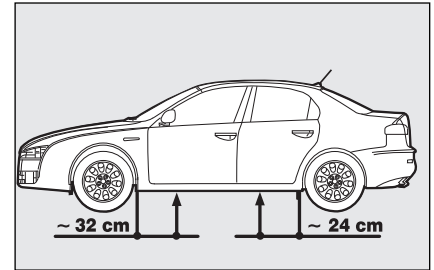
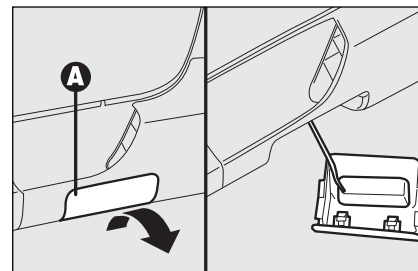

fig. 7
fig. 9
- de krik moet op de afstand aangegeven in **fig. 7 worden geplaatst** (voor uitvoeringen uitgerust met sideskirts moet eerst het deksel **A-fig. 9** op de sideskirt worden verwijderd voordat u de krik plaatst, zie de afbeelding);